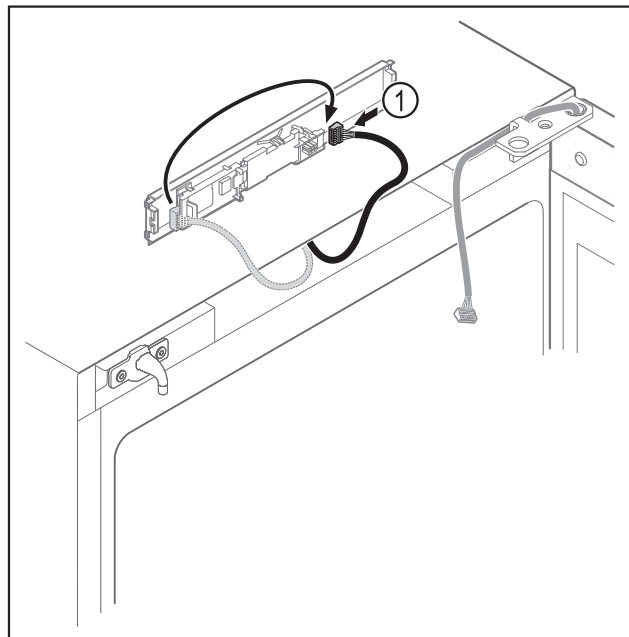

Fig. 19
- ▶ Dugja át a dugót Fig. 19 (1) a NYÁK-ba.